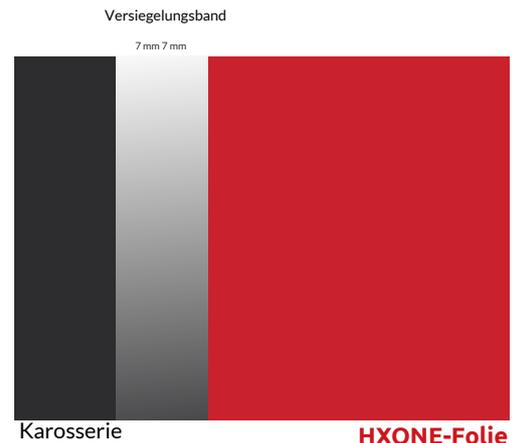

Abbildung 31
- › Den Streifen so aufkleben, dass er zu einer Hälfte (7 mm) auf der Karosserie und zur anderen Hälfte (7 mm) auf der HXONE-Folie aufliegt. (Abb. 31)